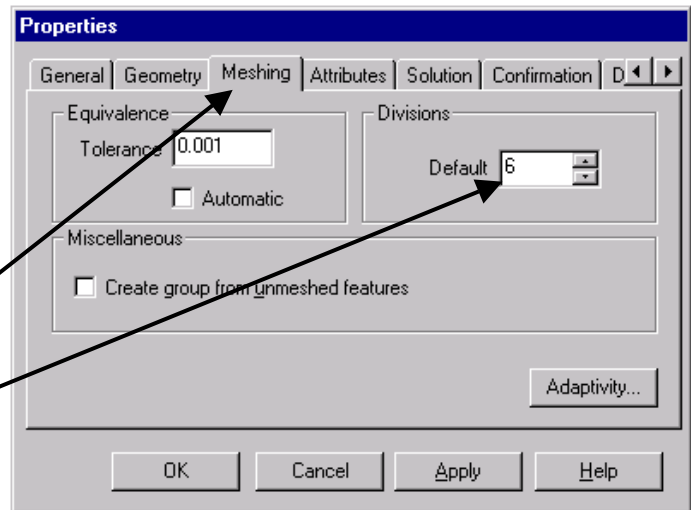

Fig. 9
- în caseta de dialog care este afișată (fig. 9) se alege setul de date referitoare la elementele finite (**Meshing**)